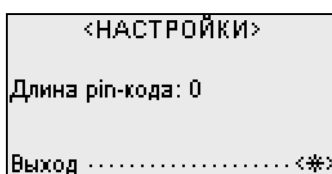

Рис. 27 Меню настройки длины ПИН-кода
- в экранной форме (см. Рис. 27) ввести цифру, равную длине ПИН-кода;